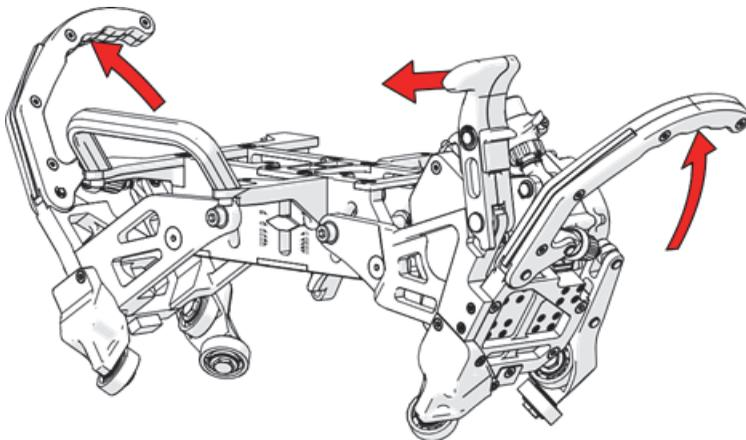

图2-24 松开夹钳杆和手柄
1. 松开环形带夹钳杆和电机啮合手柄 (参见第100页的图2-24)。